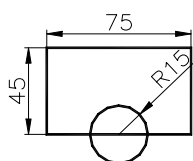
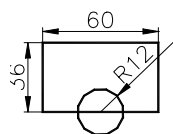

Fig. U7.22
Fig. U7.23
1. Desenul din Fig. U7.22 se aduce la forma din Fig. U7.23. Specificați care dintre comenzile de mai jos permit această modificare: